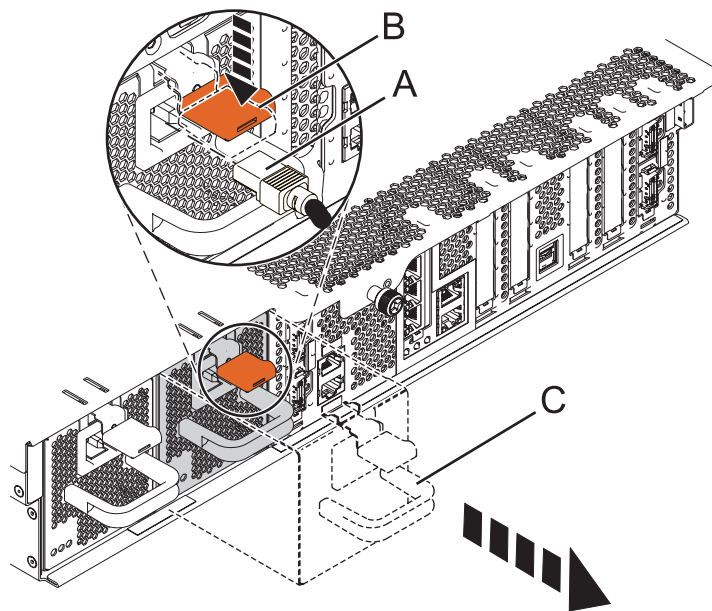

Figure 5. Retrait de l'alimentation électrique d'un modèle monté en armoire
7. Débranchez le câble d'alimentation **(A)** avant de l'alimentation électrique comme indiqué à la figure 5, à la page 8.